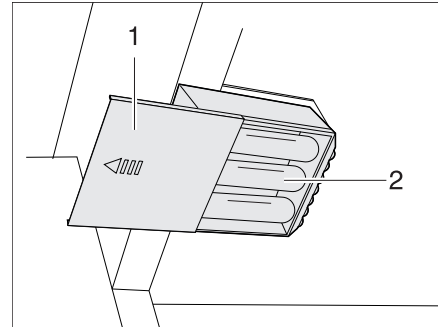

Bild 175 Kleiderschrankleuchte mit LED, Batteriefach geöffnet
- Neue Batterien (Bild 175,2) gleichen Typs polrichtig (+/-) einsetzen.